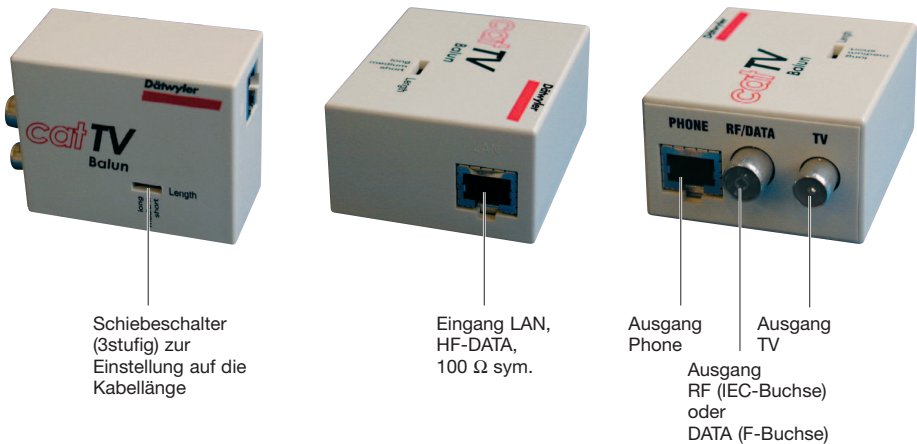

Abb. 1: Lage des Schiebeschalters, des Eingangs und der Ausgänge
- Mit einem Schiebeschalter auf dem catTV-Balun wird mit Hilfe eines spitzen Gegenstandes eine Anpassung an die Kabellänge vorgenommen, siehe hierzu Abb. 1, Seite 2. Darüberhinaus sind keine Einstellungen vorzunehmen.